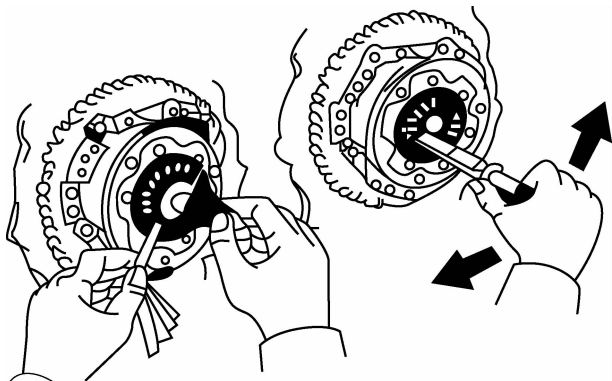

图 6-39 膜片弹簧变形的检查与调整
(2)膜片弹簧变形检修。如图 6-39 所示,用专业工具盖住弹簧分离指内端(小端),然后用塞尺测量弹簧分离指内端与专用工具之间的间隙。弹簧分离指内端应在同一平面内,间隙不大于 0.5 mm。否则,用维修工具将变形过大的弹簧分离指翘起以进行调整。